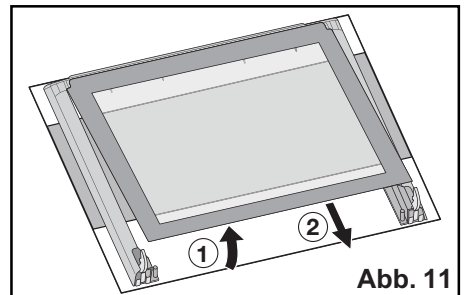

Abb. 11
- heben Sie die obere Scheibe vorsichtig etwas an und ziehen Sie die Scheibe heraus, die an dem Zierrahmen auf allen vier Seiten erkennbar ist (Abb. 11).